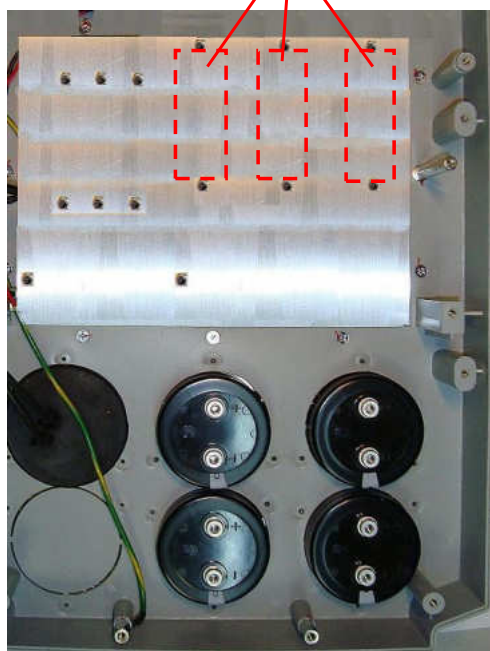

Рис. 7.8
7.5.2. Протереть радиатор в месте установки модуля салфеткой, смоченной СБС (рис. 7.8).
7.5.3. Установить модуль над отверстиями радиатора (рис.7.8, 7.9). Слегка притереть модуль к радиатору и вкрутить четыре винта для предварительного крепления модуля (рис. 7.9, желтые стрелки).